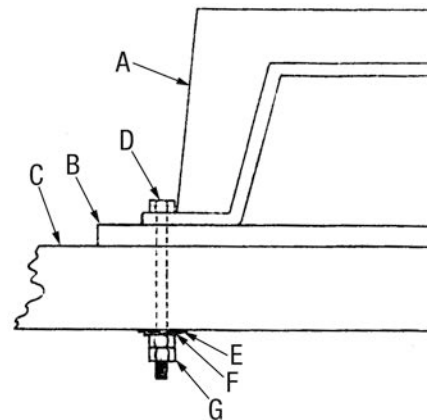

Figure 3
1. Lorsque vous fixez la base (A) Fig.3 de votre scie à chantourner à un établi (C), de préférence solide versus un établi en contre-plaqué, il y aura moins de bruits et de vibrations avec un établi solide.
4 Boulons hex. -1/4 - 20 (D) Fig.3
4 Rondelles 9/32" (E) Fig.3
4 Rondelles à ressort 9/32" (F) Fig.3
8 Écrou hex. 1/4 - 20 (G) Fig.3
3. Un coussinet en mousse (B) Fig.3 de 24"x12"x1/2" (non compris) mis entre votre scie à chantourner et l'établi est recommandé. Ceci réduira le bruit et les vibrations. Voir l'illustration à la Fig.3 pour le montage.